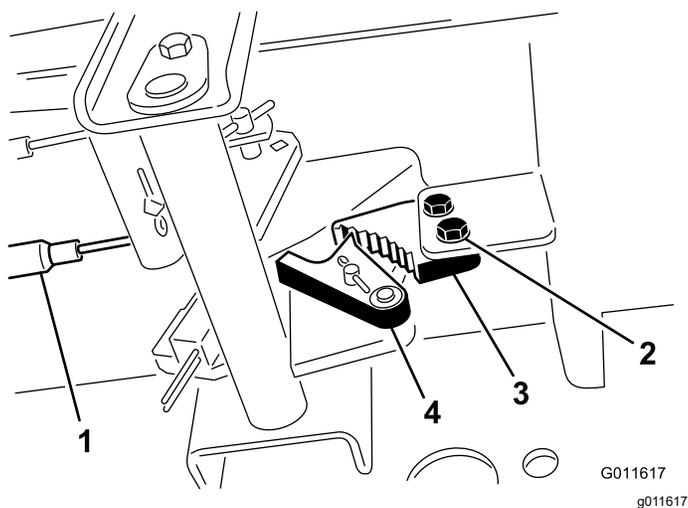

Figura 114
2. Allentate le due viti che fissano il nottolino del freno di stazionamento al telaio (Figura 114).
3. Premete in avanti il pedale del freno di stazionamento finché il fermo non s'innesta completamente nel nottolino del freno (Figura 114).